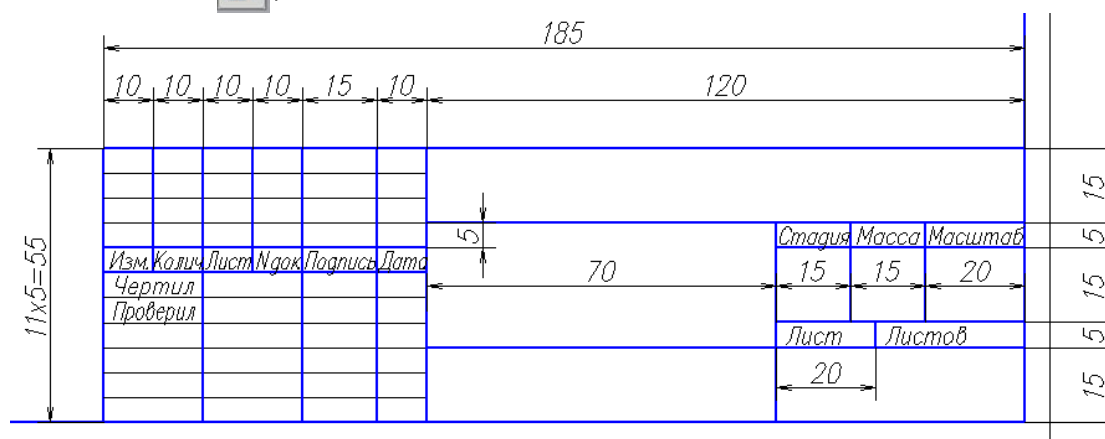

Рис. 84. Основная надпись
- вычертить границы основной надписи (рис. 84) с помощью команды **Рисование** → **Прямоугольник** (*Слой 1*). Отвечая на первый запрос системы, указать нижний правый угол внутренней рамки чертежа, а на второй запрос: @-185,55;